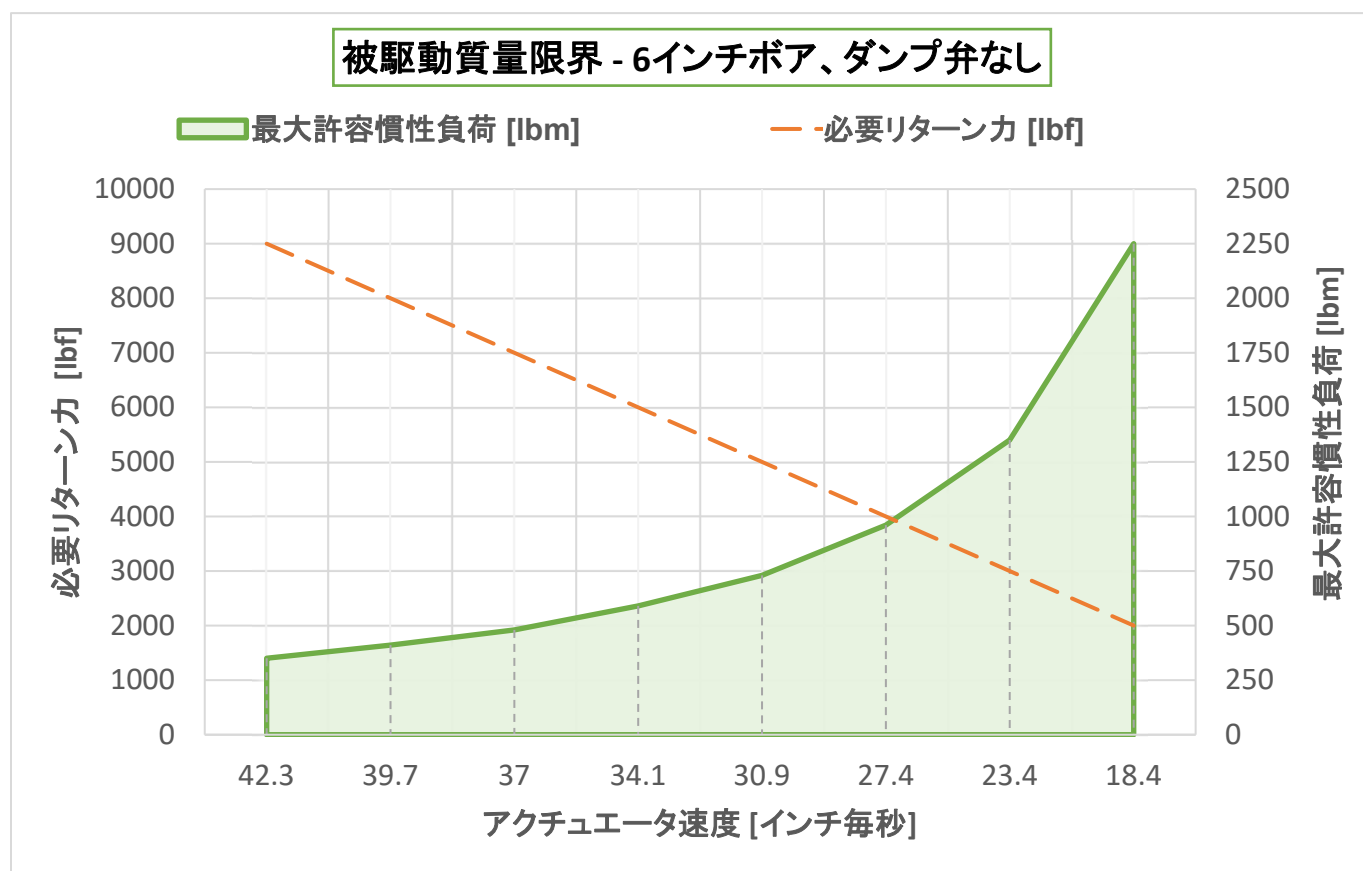

図 5-8. 被駆動質量限界 - 6 インチボア、ダンブ弁なし
高い速度での衝突による損傷から保護するために、被駆動システムは最大ピストン速度と慣性負荷が VariStroke アクチュエータの設計限界内に維持されるように設計される必要があります。慣性負荷または速度が定格設計限界よりも大きい場合(ダンブ弁を使用しないアプリケーションについては以下の図5-8、5-9、5-10を参照)、運転中に VariStroke アクチュエータシリンダーが高い速度でエンドプレートに衝突しないよう(特にフェイルセーフ方向)、外部ストッパを組み込む必要があります。
*詳細については図5-8を参照